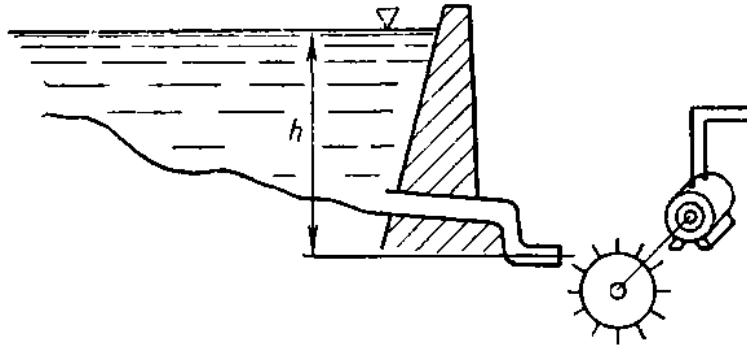

Рисунок 1 – Схема к задаче №4.
4. Плотина имеет перепад уровней воды  $h = 4$  м. Каждую секунду через трубопровод на турбину попадает 51 л воды. Какая механическая мощность превращается в генераторе в электрическую, если не учитывать потерь (рис. 1)?